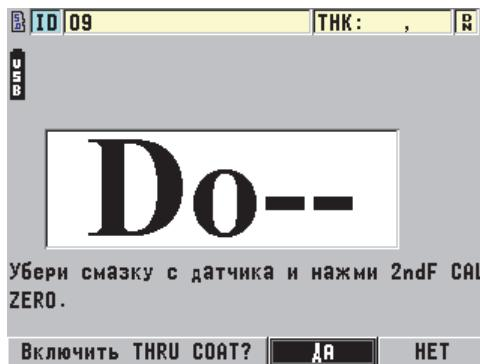

Рис. 6-6 Окно настройки THRU-COAT
4. Нажмите **[2nd F], [CAL ZERO] (Do ZERO)** [см. Рис. 6-6 на стр. 91].